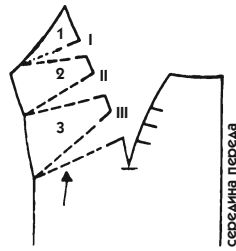

Рис. 618
3. Пронумеруйте детали лекала, разрежьте их и раздвиньте на глубину, необходимую для образования складок (рис. 618).
- Отметьте направление, в котором будут лежать складки (см. стрелку на рис. 618).